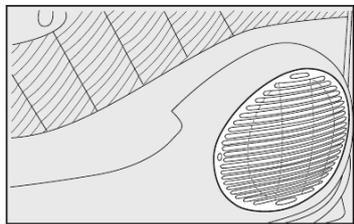

fig. 81
- alto-falantes na porta dianteira fig. 81.